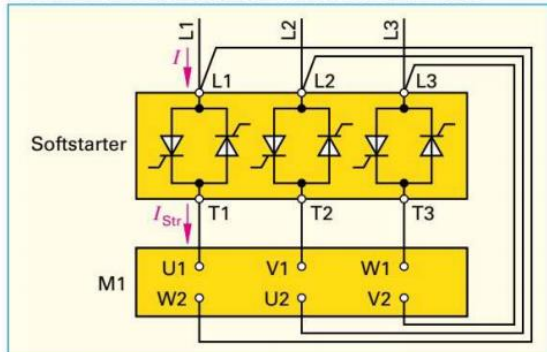

Bild 3: Anschluss in $\sqrt{3}$ -Schaltung von Softstarter und Motor
- Anschluss in $\sqrt{3}$ -Schaltung (Bild 3), wenn der Softstarter in unmittelbarer Nähe zum Motor installiert wird (höherer Verdrahtungsaufwand, aber Kostenvorteil durch Einsatz preisgünstigerer Softstarter kleinerer Leistung, da die Thyristoren vom kleineren Strangstrom $I_{Str} = I/\sqrt{3}$ durchflossen werden).